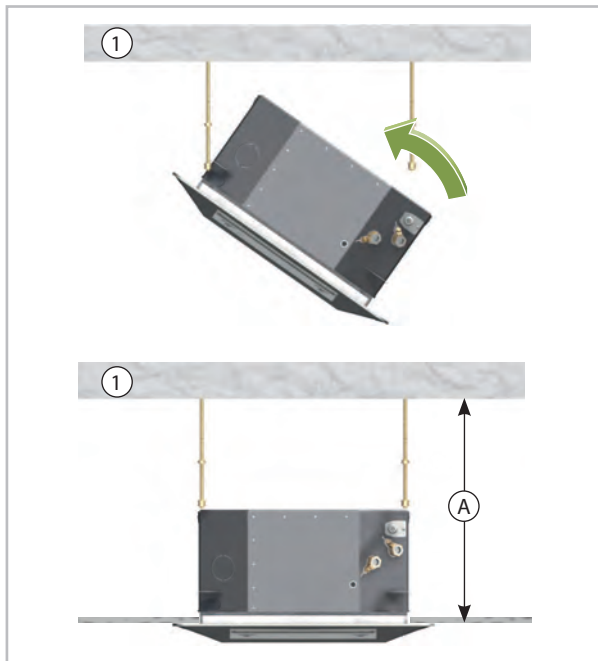

Abb. 26: Gerät einhängen
2. ➤ Setzen Sie das Innengerät in die Gewindestangen ein und bringen Sie die Geräte durch die untere Mutter in eine waagerechte Position (Abb. 26).